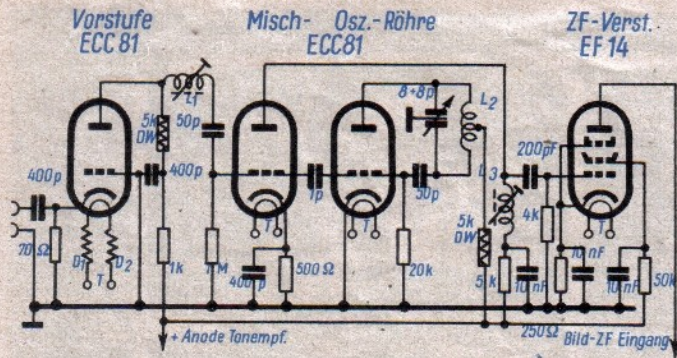

Abb. 3. Skizze der neuen Eingangsschaltung
Montageplatte gleicher Größe aus $1,5$ mm Alu anzufertigen. Welche Schaltung man für den neuen HF-Teil wählt, hängt von den Fähigkeiten des einzelnen ab. Zahlreiche Vorschläge wurden an dieser Stelle schon mehrfach gebracht²⁾. Die in Abb. 3 skizzierte Anordnung mit einem Katodeneingangsverstärker und einer Doppeltriode als Mischer und Oszillator dürfte wohl die einfachste Form sein und kaum Schwierigkeiten machen. In der Vorstufe sind beide Systeme der ECC 81 parallelgeschaltet, und die Antennenzuführung geschieht nach einem Trennkondensator am Katodenwiderstand, der als geeigneter Abschluß für das Kabel gleich mit einem entsprechenden Wert einzusetzen ist. Da die Katode in dieser Anordnung HF-Potential führt, ist die Verdrossel-
2. Die ECH 11 der Mischstufe des Originalgerätes ist für das neue Betriebsband unnötig und kann entfernt werden. Die Röhrenfassung ändert man jedoch nach Abb. 3 zur Aufnahme einer zusätzlichen ZF-Stufe mit der EF 14 um. Gitterseitig ist hier ein weiterer ZF-Kreis mit L_3 erforderlich, der durch den relativ niedrigen Gitterableitwiderstand hinreichend gedämpft wird. Der Trimbereich soll etwa zwischen $6 \dots 9$ MHz liegen. Anodenseitig ist diese EF 14 genau so anzuschließen wie die ECH 11 des Originalzustandes.